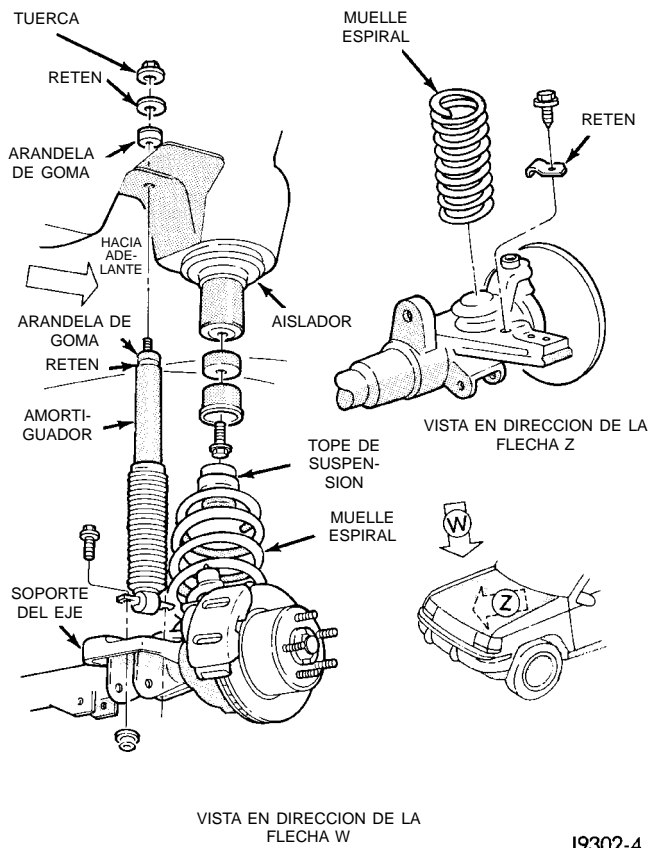

Fig. 2 Muelle espiral y amortiguador
(1) Retire la tuerca, retén y arandela de goma del perno superior del compartimiento del motor (Fig. 2).
(1) Eleve y apoye el vehículo. Emplace un gato hidráulico debajo del eje, con el fin de sustentarlo.
(2) Retire los pernos traseros del brazo de suspensión inferior.
(3) Retire los soportes de manguera flexible de calibrador de los largueros del bastidor.
(4) Retire los cables de sensor del ABS de los soportes.
(5) Desconecte del eje la articulación de la barra estabilizadora y el amortiguador.
(6) Desconecte la barra de tracción del soporte de larguero del bastidor.
(7) Desconecte la barra de dirección del brazo Pitman.
(8) Baje el eje hasta que el muelle se suelte del soporte superior. Retire el perno retenedor del muelle espiral (Fig. 2) y retire el muelle.
(9) Si fuese necesario, retire el tope de suspensión del soporte superior del muelle (Fig. 2).